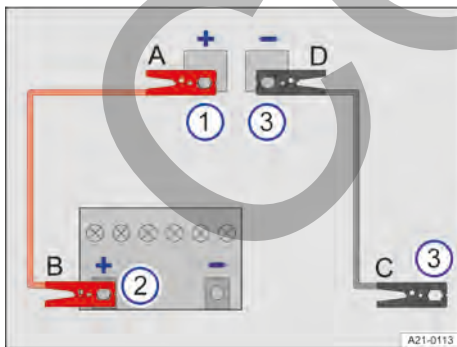

Fig. 164 Esquema para conectar los cables de arranque.
Conecte los cables de arranque únicamente en el orden **A - B - C - D** → **Fig. 164**.
2. Retire la cubierta del polo positivo de la batería de 12 voltios → **Fig. 164** ① → ⚠.
4. Conecte el otro extremo del cable de arranque *rojo* **B** al polo positivo + de la batería del vehículo que suministra la corriente → **Fig. 164** ②.
5. Conecte un extremo del cable de arranque *negro* **C** preferentemente a una toma para la ayuda de arranque (terminal de masa) del vehículo con la batería de 12 voltios que suministra la corriente; de lo contrario, al bloque motor o a una pieza maciza de metal atornillada fijamente al bloque motor de este vehículo → **Fig. 164** ③.
6. Conecte el otro extremo del cable de arranque *negro* **D** preferentemente a la toma para la ayuda de arranque (terminal de masa) del vehículo con la batería de 12 voltios descargada; de lo contrario, al bloque motor o a una pieza maciza de metal atornillada fijamente al bloque motor de este vehículo → **Fig. 164** ③ → ⚠.
3. Desconecte los cables de arranque únicamente en el orden **D - C - B - A** con los motores en marcha → Fig. 164.